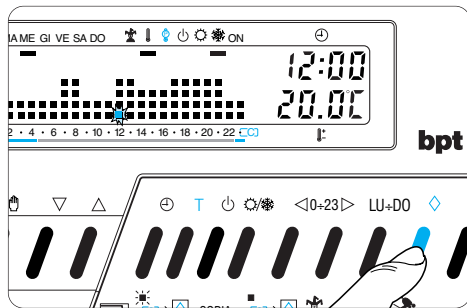

Fig. 42
11.4 - Per uscire dal programma JOLLY e riportare l'apparecchio in funzionamento AUTOMATICO premere nuovamente il pulsante \diamond (fig. 42). Se si desidera prenotare il programma JOLLY